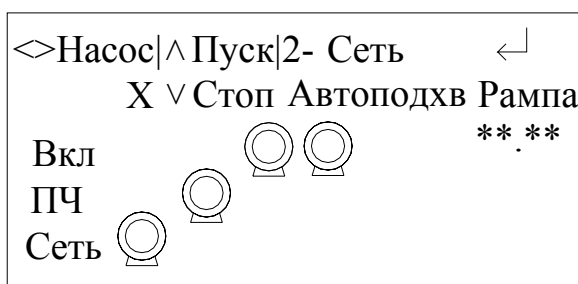

Рис.42. Меню «Рампа»
4. На экране «**Меню индикации**», последовательно нажимать клавиши «▲», «▼» до появления в стеке перехода (рис. 16) надписи «**Рампа**», после чего нажать клавишу «↓». Меню «Рампа» представлено на рис. 42.